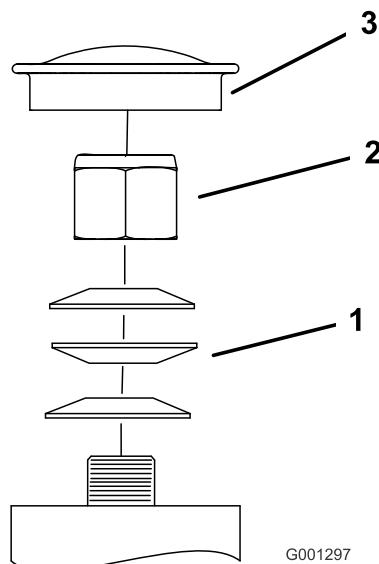

Figura 79
3. Retire o tampão antipoeira da roda e aperte a porca de bloqueio (Figura 79).
4. Aperte a porca de freio até que as anilhas de mola estejam planas e, em seguida, recue 1/4 de volta para aplicar devidamente a pré-carga nos rolamentos (Figura 79).
**Importante:** Certifique-se de que as anilhas de mola estão corretamente montadas como se mostra na Figura 79.
5. Instale o tampão antipoeira (Figura 79).